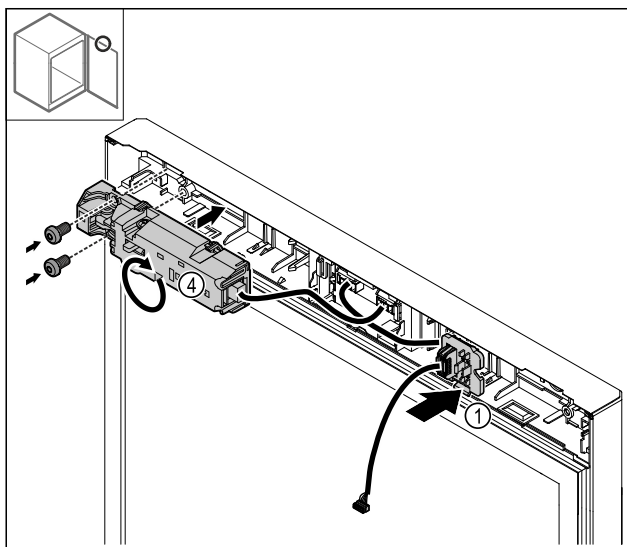

Fig. 25
- Clipser le support de connecteur Fig. 25 (1) du côté opposé.
- Tourner le verrou électrique Fig. 25 (4) à 180° et le fixer du côté opposé.